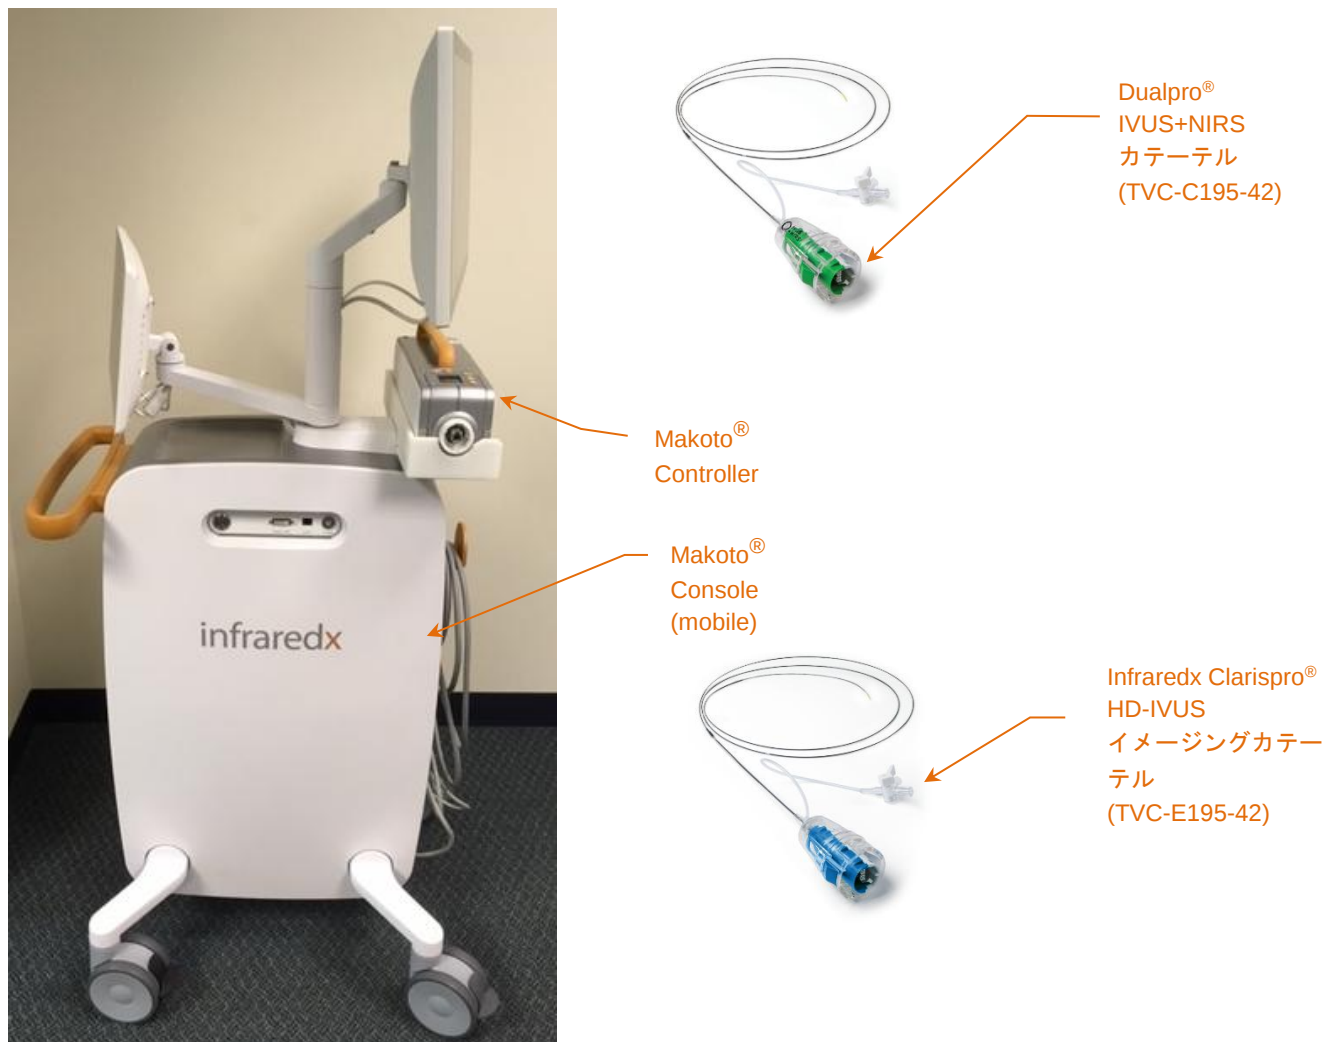

図 4-1: Makoto®血管内イメージングシステム、Dualpro® IVUS+NIRS イメージングカテーテル(REF: TVC-C195-42)、および Infraredx Clarispro® HD-IVUS カテーテル(REF: TVC-E195-42)。
- DualproNIRS™ イメージングカテーテル(図 4-1 には未表示)
- DualproPlus® IVUS+NIRS イメージングカテーテル(図 4-1 には未表示)